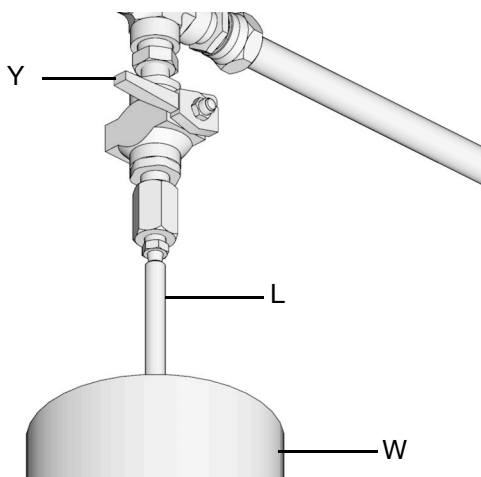

FIG. 20
- Per scaricare la pressione fra la pompa di riempimento (F) e il dispositivo di arresto del riempimento automatico (B), aprire la valvola a sfera (bv) (FIG. 20). La pressione viene scaricata e il fluido in eccesso viene drenato attraverso il tubo di scarico (L) nel contenitore di troppo pieno di lubrificazione (W).